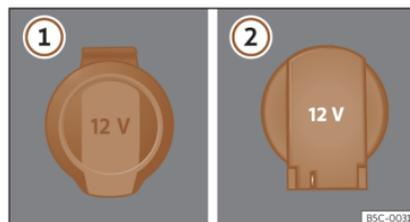

Fig. 141 Toma de corriente de 12 voltios: ① en el interior del reposabrazos delantero, ② en el maletero.
- Eleve la tapa de la toma de corriente >>> fig. 141 ①.
- Eleve la tapa de la toma de corriente >>> fig. 141 ②.